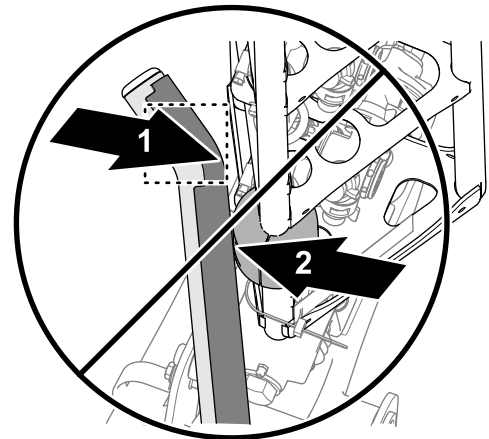

**Figura 6**
5. Se um dos tubos da cavidade superior não estiver alinhado com o bloco de deslizamento como mostrado na Figura 6, Figura 7 ou Figura 8, ajuste a posição da cavidade; consulte Alinhamento das cavidades com as rampas exteriores \(página 86\).